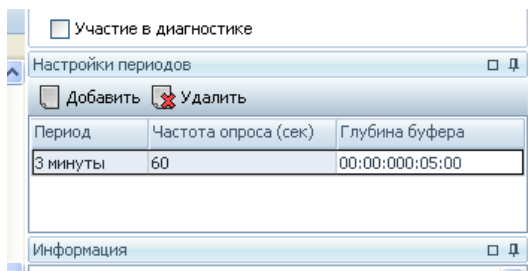

Рисунок 21.4 – Панель «Настройки периодов»
**Панель «*Настройки периодов*»** организована в виде таблицы. Нажатием на кнопку  «Добавить» в таблицу добавляется строка настроек периода (Рисунок 21.4).